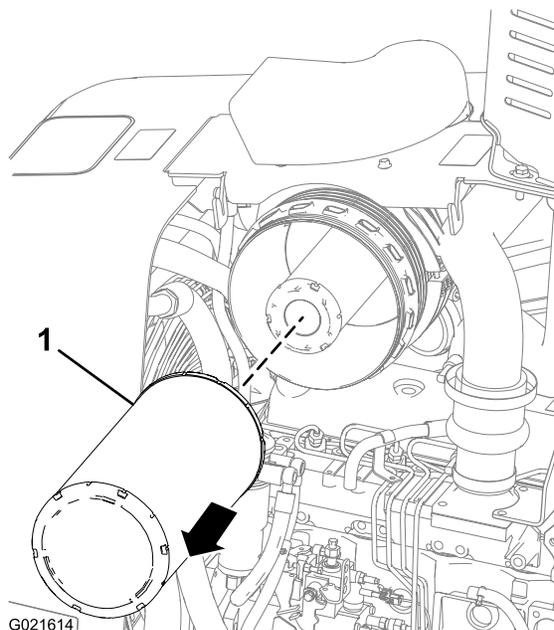

Figura 50
2. Tire hacia fuera del elemento primario del limpiador de aire y retírelo de la carcasa del limpiador de aire (Figura 50).
- Instale el nuevo elemento primario del limpiador de aire en la carcasa del limpiador de aire (Figura 50).